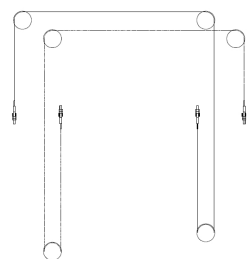

Fig.37 Abb.37
5. Installare il cavo di livellamento come da fig. 37.
5. Install the synchronization cable according to fig.37.
5. Installer le câble d'alignement des chariots de levage selon fig. 37.
5. Instalar el cable e nivelación como en la fig. 37.